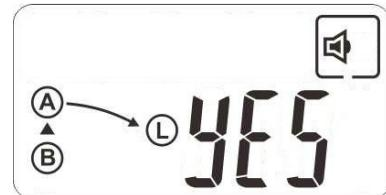

Abb. 9. Bestätigungsbildschirm für die Übertragung.
- Taste **(b) (AB)** des Bedienfelds während mindestens zwei Sekunden gedrückt halten, bis zwei kurze Pieptöne gehört werden. Es erscheint in dem Bildschirm die Illustration der Abb. 9.